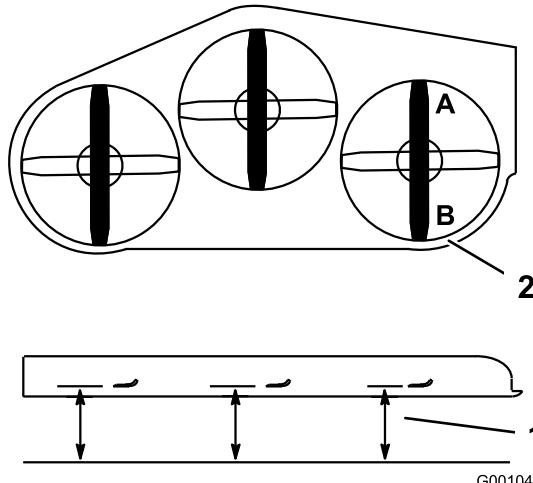
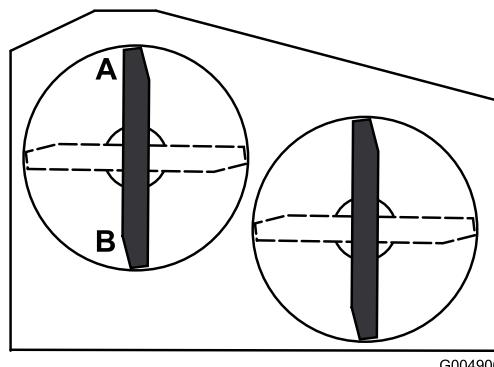

Figura 70
Figura 71
- Coloque una cuchilla en posición longitudinal. Mida en las posiciones **A** y **B** desde una superficie nivelada hasta el filo de corte de los extremos de la cuchilla (Figura 70 o Figura 71). Para las plataformas de cortacésped de 36 pulgadas, consulte la Figura 71.
4. Coloque las cuchillas en posición longitudinal. Mida en las posiciones C y D (Figura 70) desde una superficie nivelada hasta el filo de corte de las cuchillas.